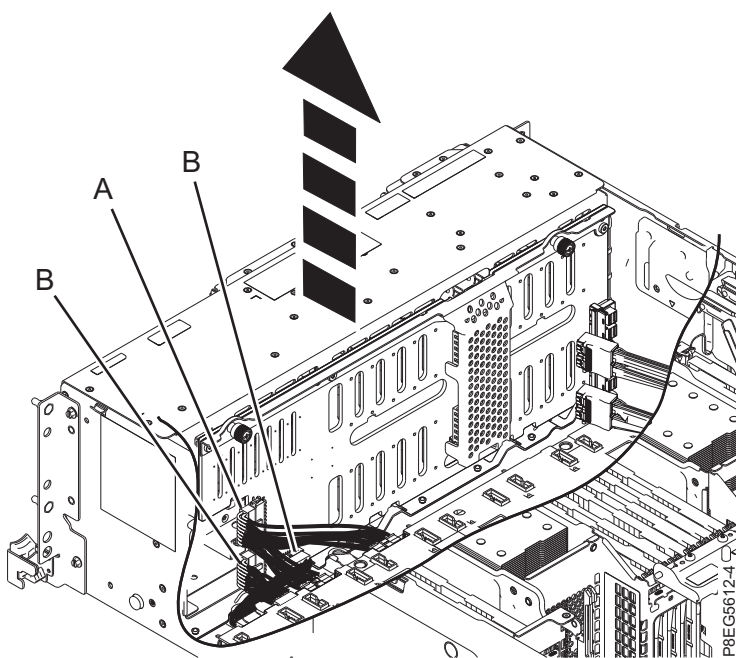

Figura 15. Desconectando os cabos de energia, sinal e painel de controle do painel traseiro da unidade de disco
5. Rotule e desconecte o cabo Y de energia (A) e os cabos de painel de controle e de sinal (B), a partir do painel traseiro da unidade de disco, conforme mostrado em Figura 15.